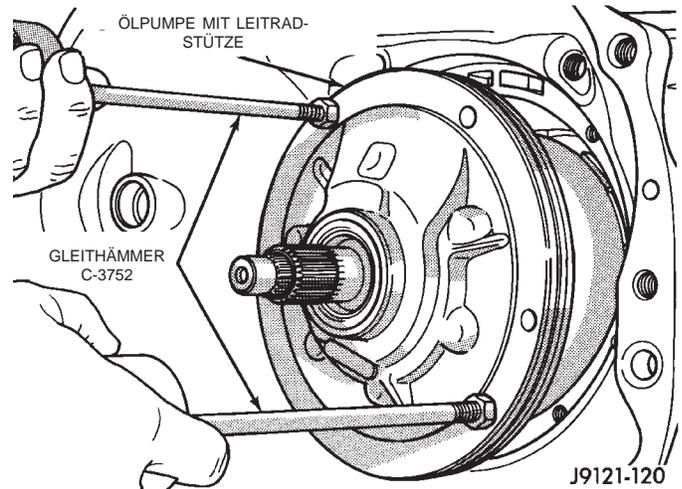
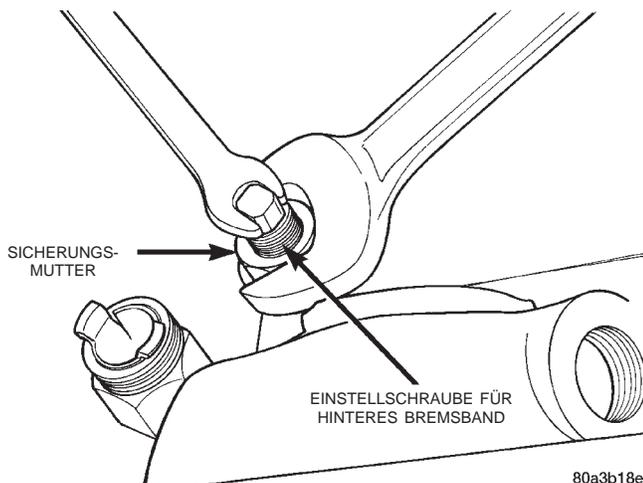

Abb. 73 Ölpumpe/Leitradstütze
Abb. 72 Sicherungsmutter für Einstellschraube des vorderen Bremsbands
- (12) Sicherungsmutter für Einstellschraube des vorderen Bremsbands (Abb. 72) 4 - 5 Umdrehungen lösen. Dann die Einstellschraube anziehen, bis das Bremsband fest um die vordere Kupplung gespannt ist. Dadurch wird verhindert, daß vordere und hintere Kupplung zusammen mit der Pumpe aus dem Gehäuse rutschen und dabei beschädigt werden.
- (13) Ölpumpenschrauben herausdrehen.
- (14) Gewindestangen der Gleithämmer C-3752 in die Gewindebohrungen im Flansch des Pumpengehäuses eindrehen (Abb. 73).
- (15) Gleithammerngewichte nach außen stoßen, um Pumpe und Zwischenwelle mit Leitradstütze aus dem Gehäuse zu lösen (Abb. 73).
(16) Einstellschraube des vorderen Bremsbands lockern, bis das Bremsband vollständig gelöst ist (Abb. 72).